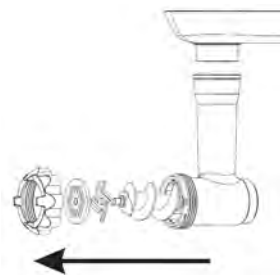

рис. 12
2. Выньте внутренние части загрузочной горловины, как указано на рис. 12.